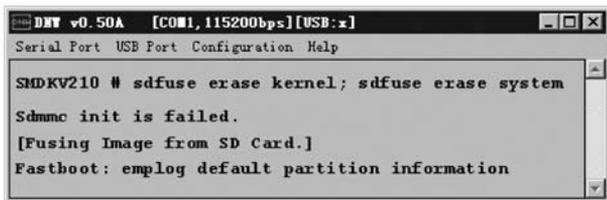

图 5.20 擦除开发板内核区及文件系统区数据
(4) 运行 U-BOOT 命令 sdfuse erase kernel; sdfuse erase system 擦除 kernel 区与 system 文件系统区数据,执行结果如图 5.20 所示。